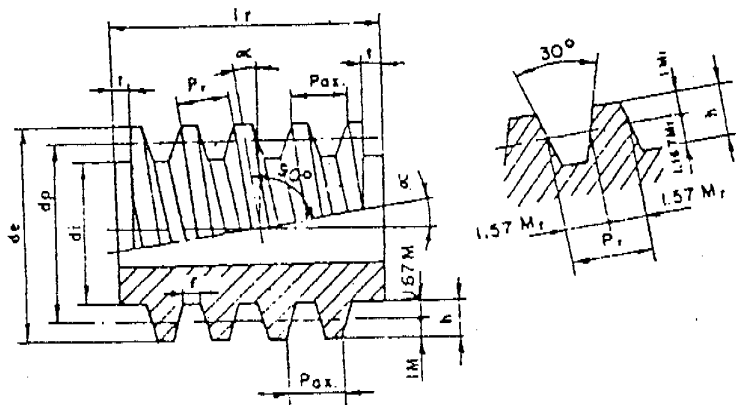

Figura 2
**PASO REAL**, en un tornillo sin fin de un filete ( o de una entrada ), es la distancia comprendida entre dos filetes consecutivos medida sobre el " perfil real " del filete ( Figura 2 ).
**PASO AXIAL**, en un tornillo de un filete, es la distancia que existe entre dos filetes consecutivos medida sobre el " perfil oblicuo " del filete o sobre la generatriz del cilindro ( Figura 2 ). El paso axial (  $P_{ax}$  ) es :
- El perfil real del filete, se obtiene cortando el tornillo por un plano perpendicular a la inclinación del filete. Este perfil es de una cremallera, cuyo ángulo de presión es  $15^\circ$ , con una altura ( $h$ ) igual a 2,16 módulos reales de la rueda ( Figura 2 ).
- El perfil oblicuo del filete, se obtiene haciendo un corte según el eje del tornillo, dando una cremallera más alargada ( Figura 2 ).